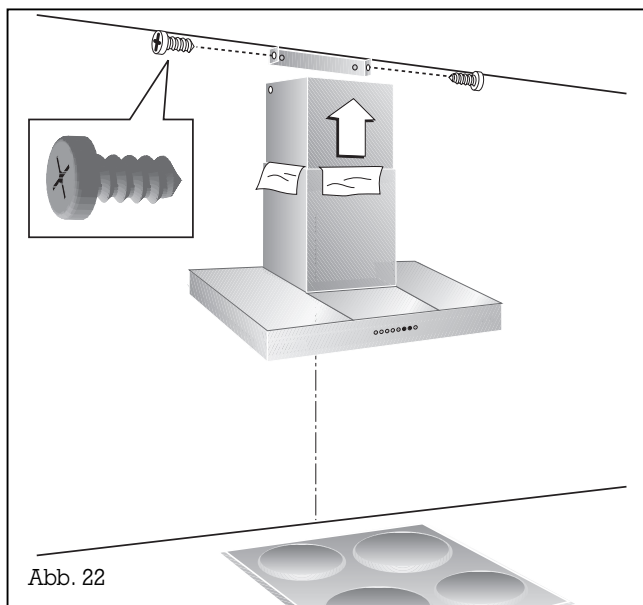

Abb. 22
- Ziehen Sie das Kaminoberteil nach oben in seine endgültige Position und befestigen Sie es mit 2 Schrauben am Deckenhalter (Abb. 22).